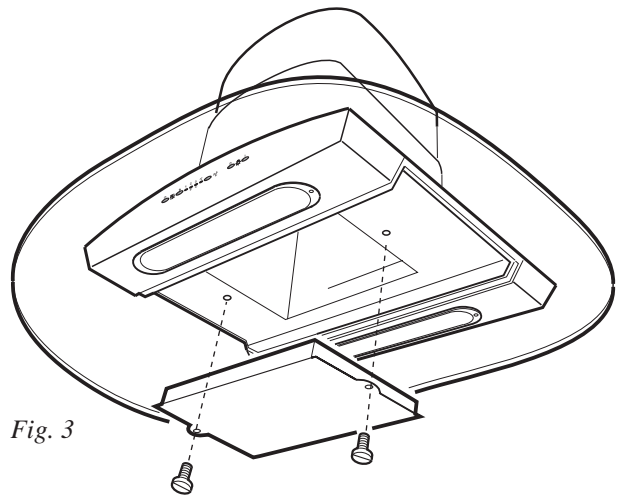

Fig. 3
Kullfilteret kan ikke rengjøres, men må byttes når det ikke skal brukes mer. Levetiden er avhengig av bruken, men du kan regne med 6-12 måneder. Lysdioden C blinker når du skal bytte. Slik tar du ut kullfilteret (Fig. 3):
- Monter kullfilteret med 2 stk. skruer (Fig. 3).